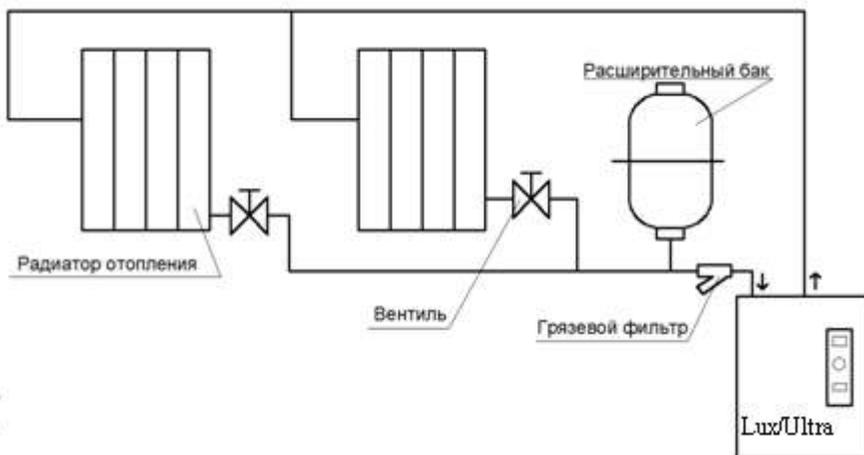

Рисунок 1. Общий вид замкнутой системы отопления
Водонагреватель предназначен для работы в автономной замкнутой системе отопления (см. рис. 1) с рабочим давлением от 0,7 до 3бар. Подобная система обычно состоит из нескольких обязательных элементов, большая часть которых уже включена в стоимость и конструкцию водонагревателя:
6.8. В системе отопления обязательно должен присутствовать мембранный расширительный бак (см. рис. 1). Объем расширительного бака зависит от объема жидкости в отопительной системе. Расширительный бак можно устанавливать в любой удобной точке системы, и он служит для удаления воздуха из системы и размещения прироста объема воды вследствие расширения её при нагреве.